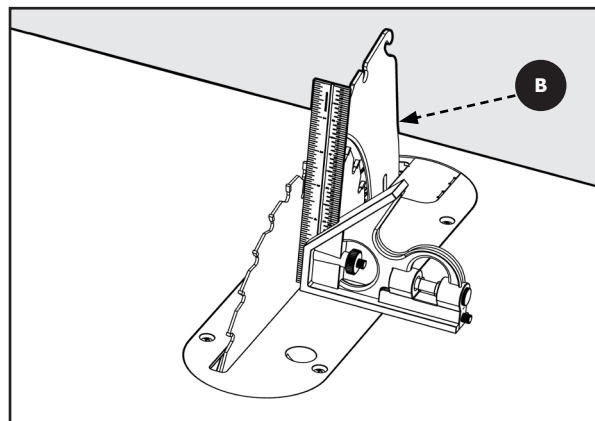

Figura 40
NOTA: Los dispositivos de seguridad, el ensamble de guarda para hoja y ensamble de anti contragolpe se han quitado en la Figura 40 para poder mostrar el lugar de características específicas. Al operar la sierra, estos dispositivos de seguridad deben estar instalados y funcionando correctamente.
- 2. Alineación vertical:** Coloque una cuadrado de combinación sobre la mesa y contra la parte frontal de la hoja, y asegúrese de que se extienda a lo largo del separador **B** como se muestra en la Figura 40. El separador y la hoja deben tocar la escuadra sin ningún espacio. Asegúrese de que la regla se acomode entre los dientes y descance sobre la parte frontal de la hoja y el separador para una alineación correcta.